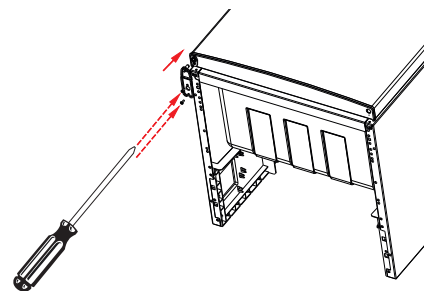

Fig. 18
- ▶ Vissez les deux vis de fixation de la charnière inférieure à l'aide d'un tournevis cruciforme (fig. 18). Ne serrez pas encore les vis de fixation à fond pour pouvoir aligner la porte. Ne serrez les deux vis de fixation de la charnière inférieure que lorsque la porte peut être fermée correctement.